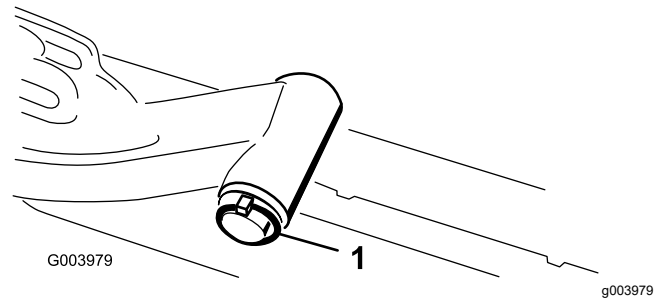

Figura 8
- A. Togliete l'acciarino e la rondella che fissano l'albero di articolazione al braccio di sollevamento, ed estraete l'albero dal braccio di sollevamento (Figura 8).
- C. Inserite l'albero del braccio di sollevamento nel braccio di sollevamento, e fissatelo con la rondella e l'acciarino (Figura 8).